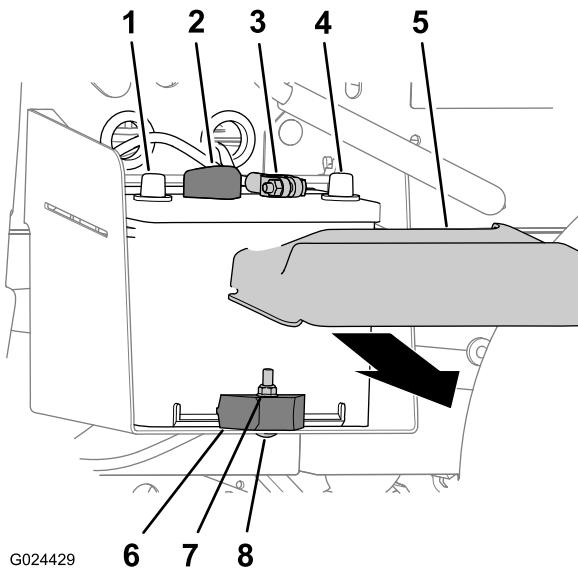

Figura 47
1. Aperte os lados da cobertura da bateria e retire a cobertura da parte superior da bateria (Figura 47).
- Desligue o cabo positivo da bateria do terminal da bateria (Figura 47).
- Desligue o cabo negativo da bateria do terminal da bateria (Figura 47).
- Retire a porca de bloqueio, o parafuso de carroçaria e o grampo da bateria que fixa a bateria ao tabuleiro da bateria (Figura 47).
- Retire a bateria do tabuleiro da bateria (Figura 47).
- Alinhe a bateria com o tabuleiro da bateria da máquina (Figura 47).
- Fixe a bateria ao tabuleiro da bateria com o grampo da bateria, o parafuso de carroçaria e a porca de bloqueio (Figura 47).
- Ligue o cabo positivo da bateria ao terminal da bateria (Figura 47).
- Ligue o cabo negativo da bateria ao terminal da bateria (Figura 47).
- Coloque a tampa da bateria na parte superior da bateria (Figura 47).